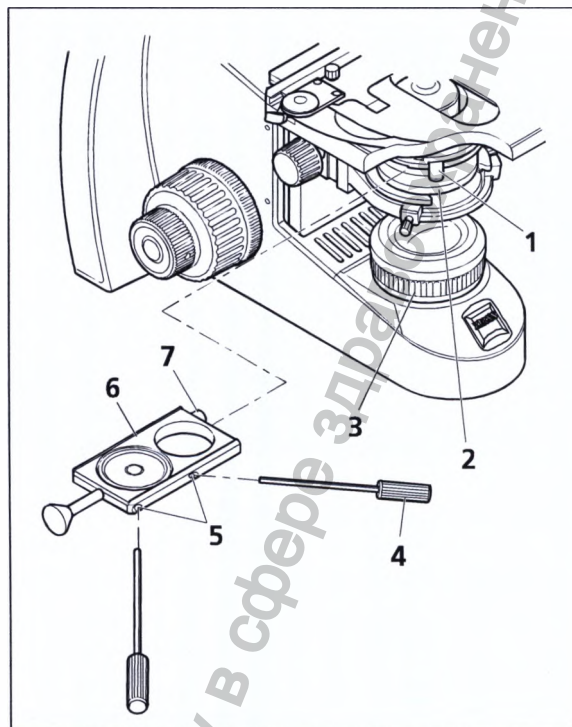
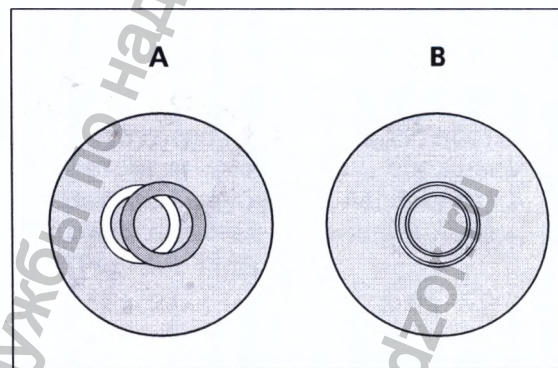

Рисунок 9 Вставление задвижки
Рисунок 10 Центрировка кольцевой диафрагмы
- Открыть полевую диафрагму осветителя (Рисунок 9/3, если она регулируема) на штативе. Открыть апертурную диафрагму на конденсоре Аббе (Рисунок 9/2) с помощью рычага (Рисунок 9/1).
- Если задвижка для фазового контраста (Рисунок 9/6) не была смонтирована на заводе-изготовителе, вывинтить сначала винт задвижки (Рисунок 9/7). Затем вдвинуть задвижку слева в конденсор Аббе и снова закрутить винт (Рисунок 9/7).
- Проверить правильность центрировки кольцевой диафрагмы в соответствии с иллюстрацией (Рисунок 10). Для этого следует вынуть один из окуляров и заменить его диоптером.
- Двумя центрировочными винтами задвижки (Рисунок 9/5) провести при необходимости центрировку кольцевой диафрагмы (Рисунок 10/A) с помощью обоих 1,5-миллиметровых торцовых шестигранных ключей (Рисунок 9/4) до тех пор, пока изображение не будет идентично с иллюстрацией (Рисунок 10/B).